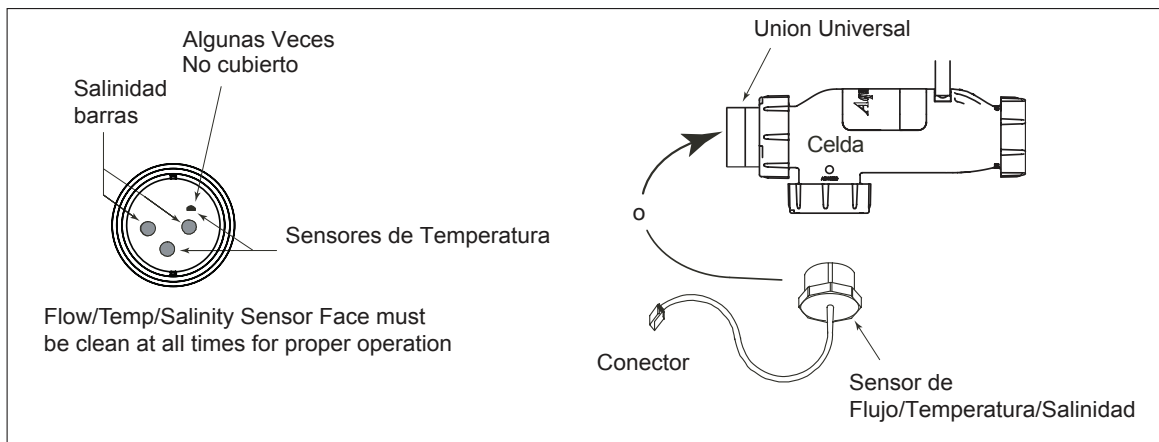

Figura 8. Sensor de Flujo/Temperatura/Salinidad
El sensor de flujo/temperatura/salinidad debe ser montado como se muestra en página 12 Figura 8.
- Monte como se muestra en la Figura 8. Esto dará como resultado la operación más confiable.
- (1) en la misma línea tal como la Celda Electrolítica.
- (2) sin válvulas o desviadores entre el Sensor de flujo/temperatura/salinidad y la celda.